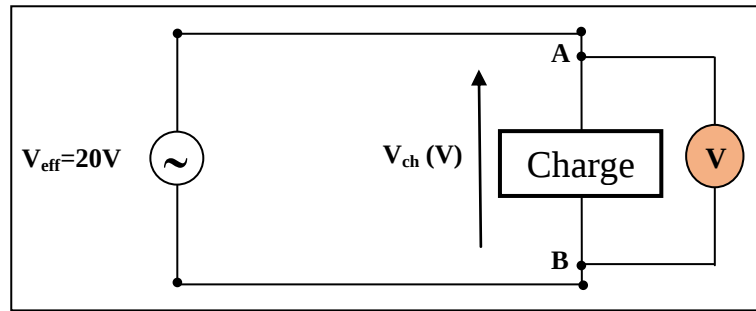

Figure.3. Voltmètre branché en parallèle aux bornes d'une résistance.
-  On repère les calibres par exemple (20mV, et 2, 20, 200, 600 V) et on place le sélecteur sur le plus grand calibre (600).
-  Réaliser le montage de la figure 3 et brancher le voltmètre,